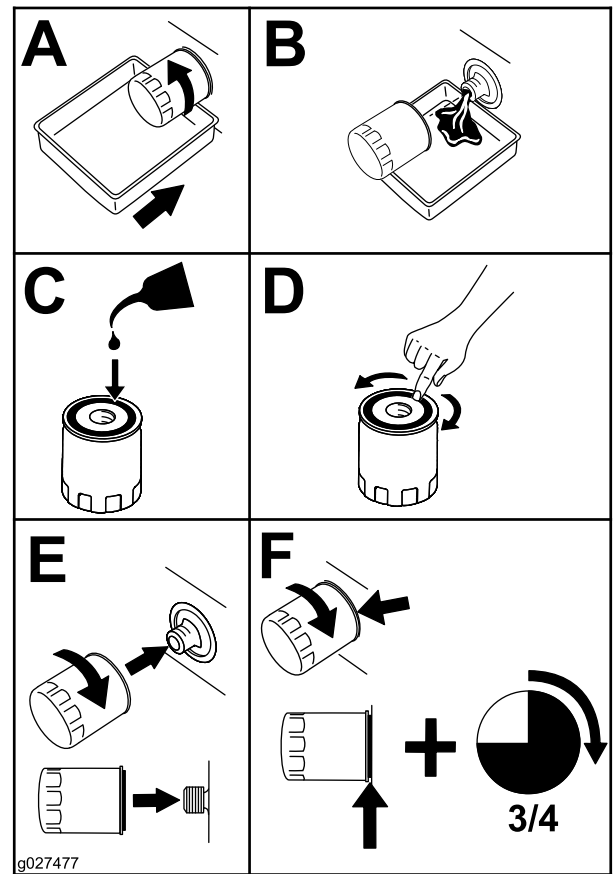

Figura 33
- Sustituya el filtro de aceite del motor (Figura 33).
3. Localice y retire la(s) bujía(s), tal y como se muestra en la Figura 33.